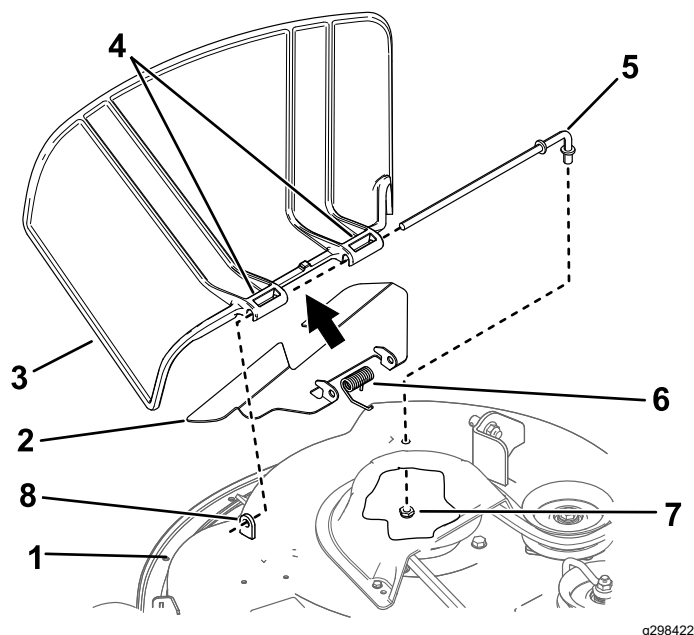

Figura 72
1. Remova a porca ( $\frac{3}{8}$  pol.) da barra debaixo do cortador (Figura 72).
2. Faça deslizar a barra para fora da parte saliente curta, mola, abafador e defletor de relva (Figura 72).
4. Instale o novo defletor de relva e o abafador (Figura 72).
7. Faça deslizar a barra pelo abafador e segundo suporte do defletor de relva (Figura 72).
9. Fixe a extremidade traseira da barra ao cortador com uma porca ( $\frac{3}{8}$  pol.), como se mostra na Figura 72.